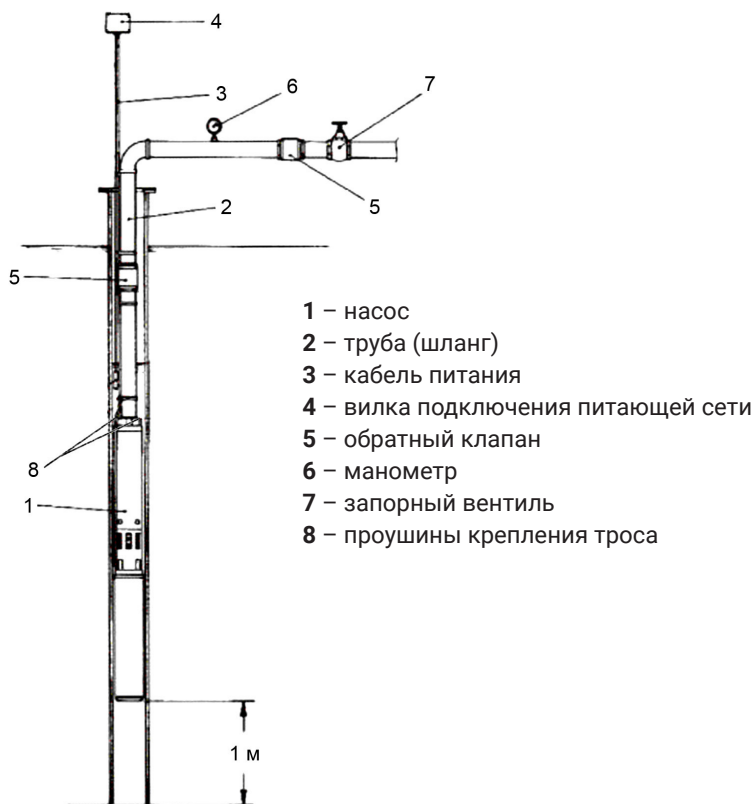

рис. 2
3. Рекомендуемая схема установка насоса на рис.2
Привяжите два троса к проушинам (рис.2 поз.8) на корпусе насоса. Кабель питания (рис.2 поз.3) рекомендуется зафиксировать к одному из тросов, на котором закреплён насос (рекомендуемый интервал – 3 м).
8. Для предотвращения выкачивания воды из скважины (колодца), сравните их наполняемость с объемной подачей насоса. Для этого частично перекрывайте вентиль (рис.2 поз.7) на выходе шланга из скважины (колодца).